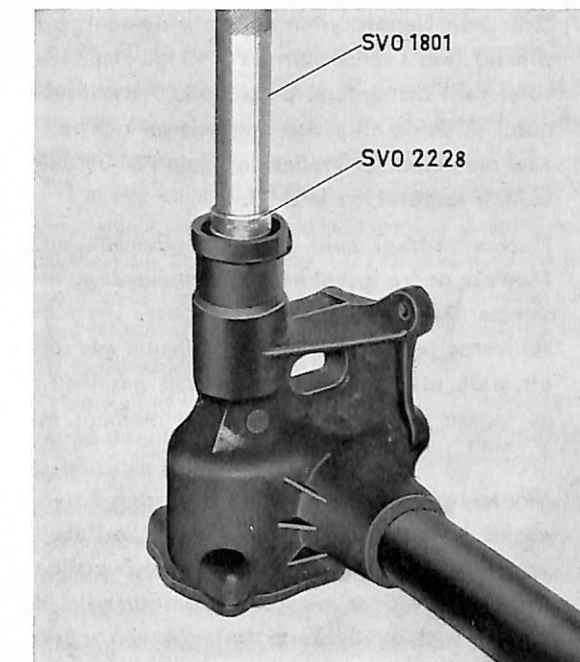

Bild 31. Montering av bussning.
1. Pressa i styraxelns bussningar i huset från var sitt håll med verktyg SVO 2228 och SVO 1801, se bild 31. I styrväxel av senare utförande är av de ursprungliga bussningarna den övre försedd med oljespår. Därigenom erhåller bussningarna något bättre smörjning när de är nya. Sådana oljespår är dock ej nödvändiga och för att undvika risken med felmontering är därför båda bussningarna lika och utan oljespår då de säljes lösa.